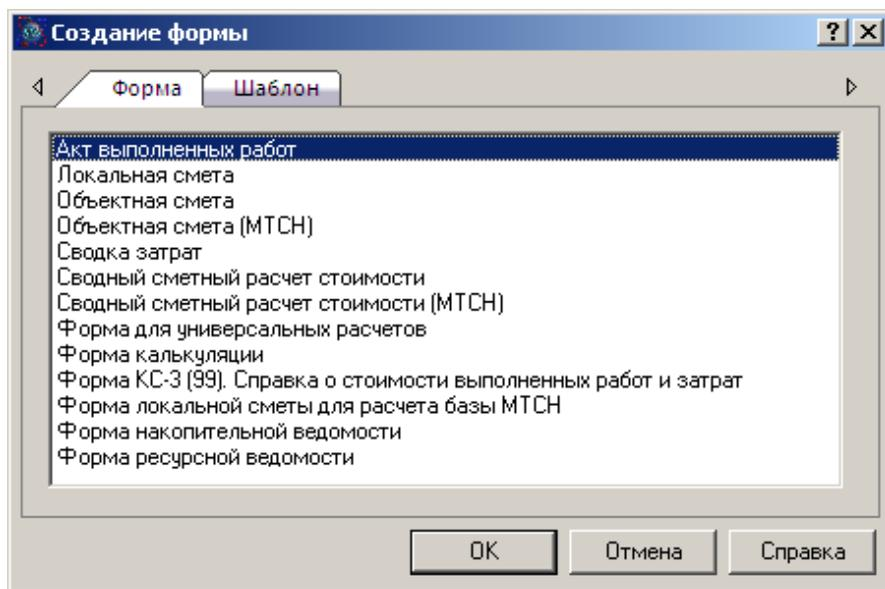

Рис. 3.6 Диалоговое окно «Создание формы».
2. Выполнить команду **Создать форму** на вкладке **Главная**. Откроется диалоговое окно «*Создание формы*» (Рис. 3.6), в котором необходимо выбрать нужную *форму*. Список форм зависит от активной формы, т.е. набор форм, создаваемых на договор, локальную смету и т.д. будет разным.